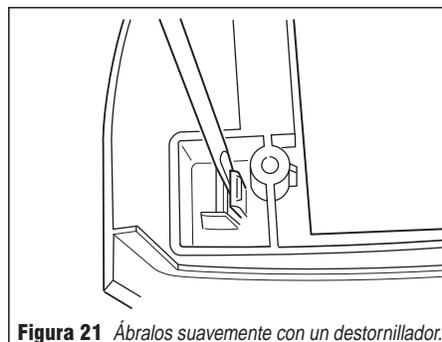

Figura 21 Ábralos suavemente con un destornillador.
4. Ábralos suavemente con un destornillador a la vez que tira del ensamble de la caja de componentes electrónicos hacia afuera. Vea la figura 21.